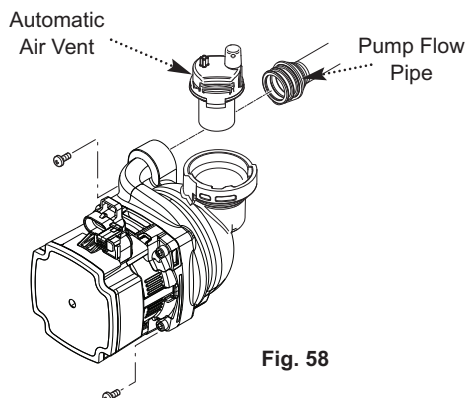

Fig. 58
10.3.11 Pump - Complete (Fig. 58)
10.3.12 Automatic Air Vent (Fig. 58)